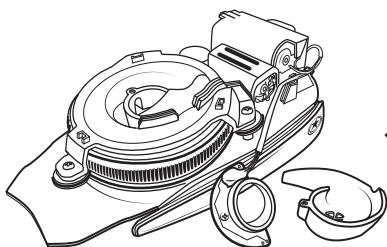

Fig 6.5
1. À l'aide d'un petit tournevis cruciforme, dévissez la vis qui maintient le circuit imprimé et la goulotte d'alimentation de l'œil en place (Fig. 6.5).